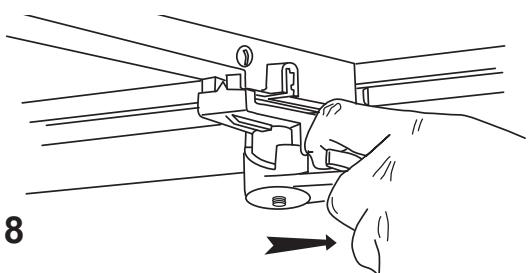

FIGURA 8
2. Antes de girar las manijas delanteras desenganche las lengüetas de bloqueo al jalar hacia atrás ambas manijas delanteras. Consulte la Figura 8.